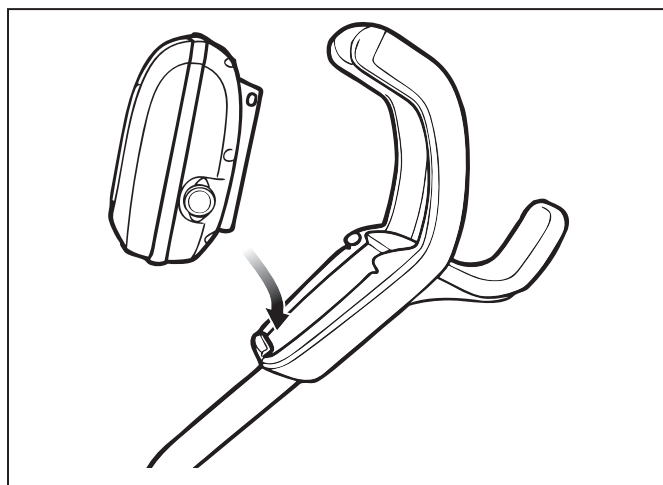

Figure 1. Aligner le boîtier de commande avec le crochet du chariot
1. Aligner le bas du boîtier de commande avec l'encoche située au bas du crochet du boîtier de commande sur le chariot (Figure 1).